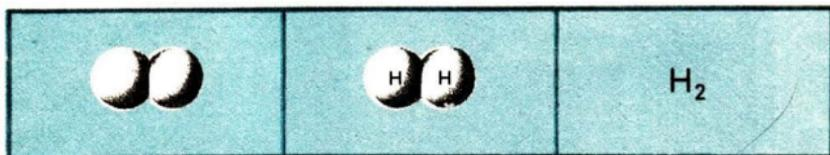

Abb. 67 Modell und Formel eines Wasserstoffmoleküls
**Bau und Formel von Wasserstoff.** Wasserstoff ist wie Sauerstoff und Stickstoff aus zweiatomigen Molekülen aufgebaut. Die Formel ist  $H_2$  (Abb. 67). Wasserstoff gehört aufgrund seines Baus und seiner charakteristischen Eigenschaften zur Stoffklasse der Molekülsubstanzen.